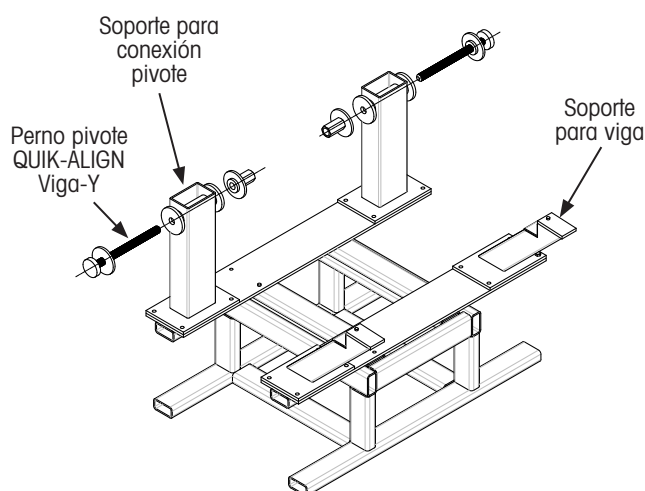

Figura 9: Configuración de Herramental para colocación de Eje HT, **Viga-Y**
1. **Configure** el Herramental para colocación de eje HT (Figura 9) con los soportes de viga y conexión pivote adecuados para que la suspensión sea ensamblada.